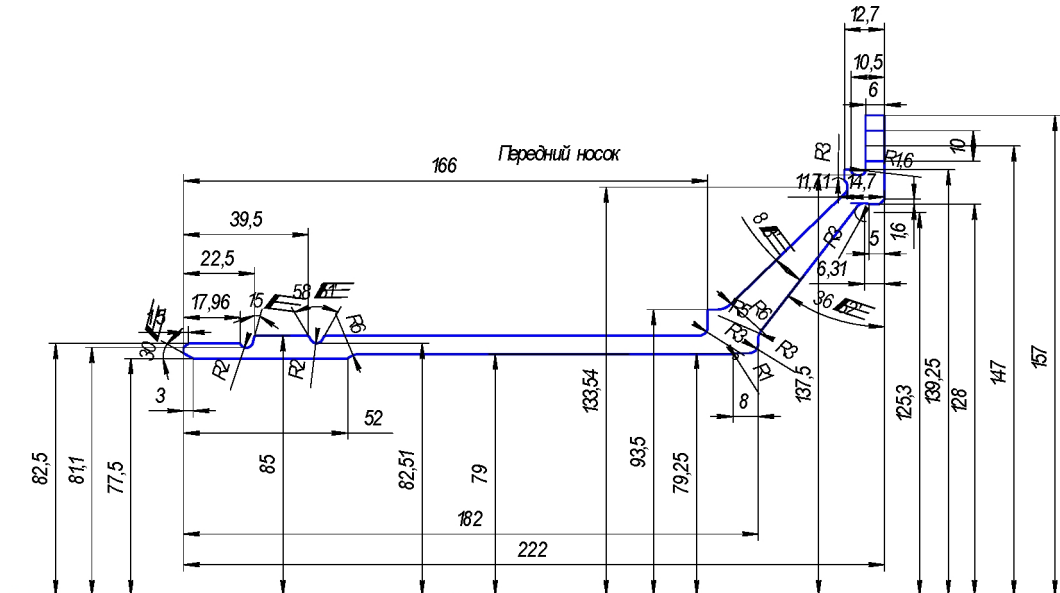
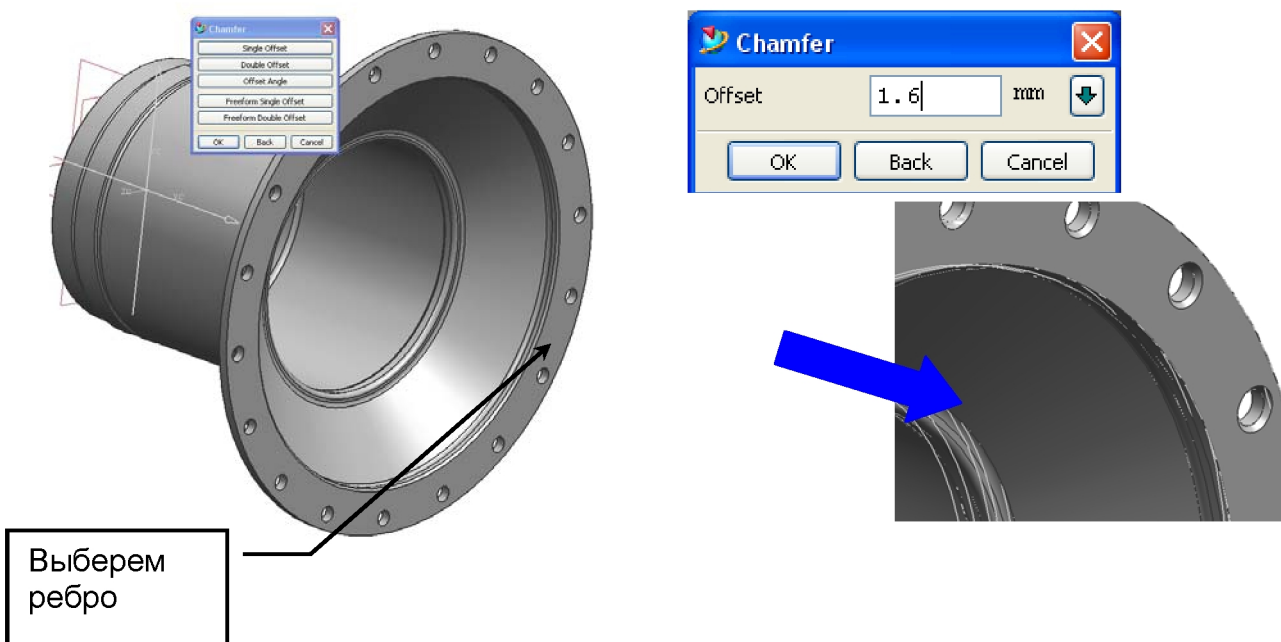

Рис. 112. Образмеренный эскиз переднего носка
Рис.119. Создание фаски
9. Создайте фаски в соответствии с требованиями эскиза (Рис. 112): **Insert** → **Detail Feature** → **Chamfer...**, выберите режим построения фаски **Single Offset** и задайте размер фаски (1.6 мм), выберите также **chamfer all instance** и нажмите **OK**. Результат представлен на Рис.119.